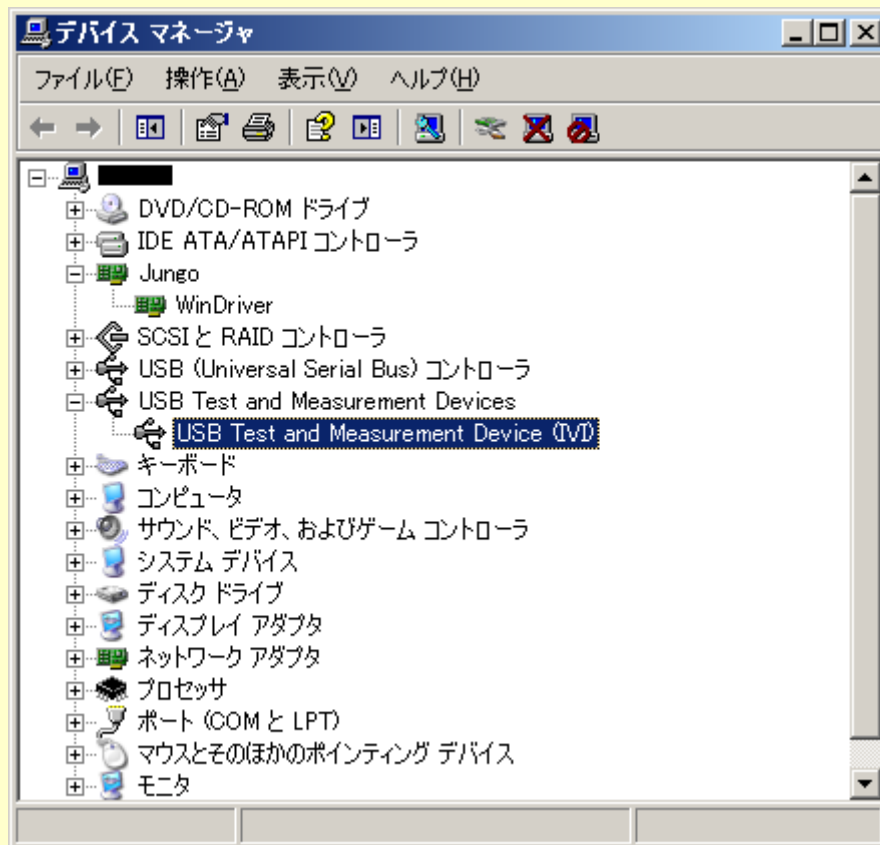

図 2-9
① デバイス・マネージャで設定されたドライバの確認を行います。(図 2-9)